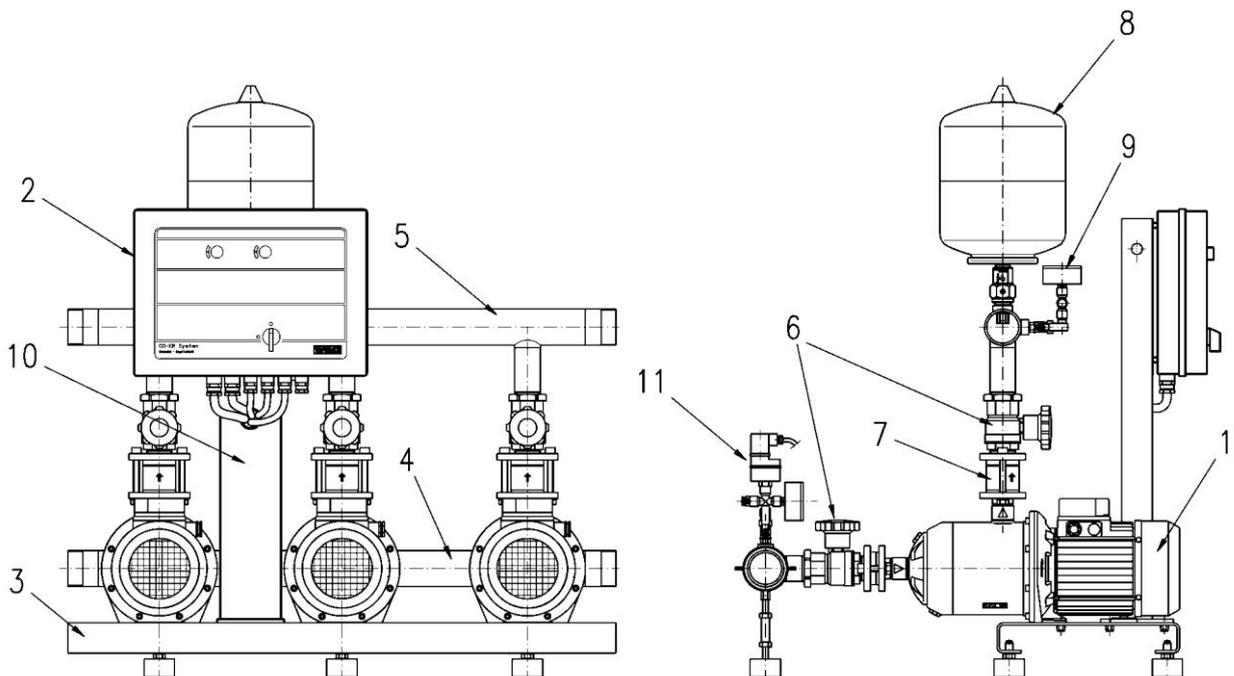
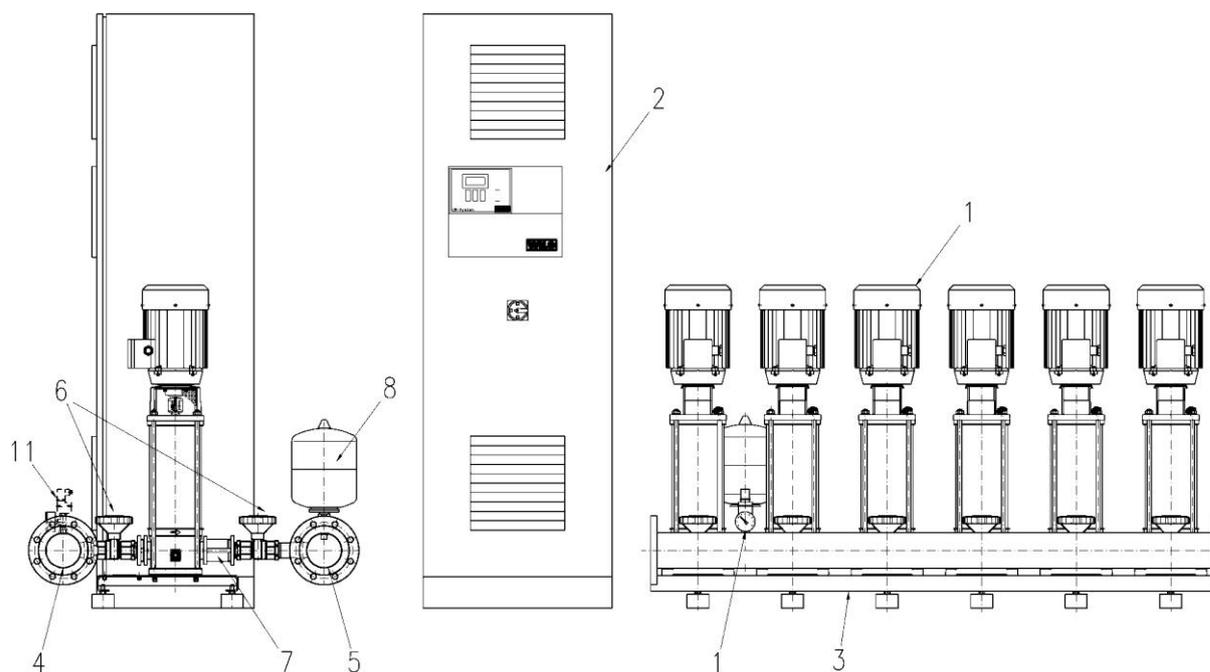

Рисунок 1. Установка с насосами MHI и устройством регулирования ER
Рисунок 3. Установка с насосами MVI и устройством регулирования CR в отдельно стоящем шкафу
Установки с различными типами регулирующего устройства показаны на рис 1, 2 и 3. Насосная установка «WILO» имеет общую раму (3) с амортизаторами (для насосов более 45кВт общая рама выполнена под заливку бетоном). Может включать группу от 2 до 6 центробежных насосов (1), подсоединенных к общему всасывающему (4) и напорному коллекторам (5). У каждого насоса на всасывающей и напорной стороне установлено по запорному крану (6), на напорной стороне, а иногда на всасывающей, установлен обратный клапан (7). На напорном коллекторе установлен 8-литровый мембранный бак (8) с арматурой, включающей запорный кран (согласно DIN 4807, часть 5), узел с датчиком давления и манометр (9). По заказу на всасывающем коллекторе может быть установлен датчик защиты от сухого хода (WMS) (11). Устройство регулирования (2) зависит от типа регулирования, от количества насосов и мощности. Устройство регулирования может размещаться в шкафу на консольной стойке (10) на раме рис.1, 2, либо размещаться в отдельно стоящем шкафу (2) рис. 3. Устройство регулирования на консольной стойке подключено и готово к работе. Устройство регулирования в отдельно стоящем шкафу подключается силами Заказчика.
Условные обозначения на рис. 1, 2, 3: